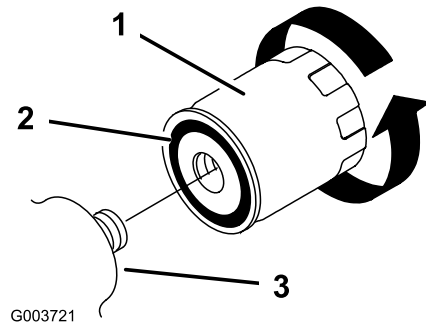

図 38
6. 新しいフィルタのゴム製ガスケットにきれいな油圧オイルを薄く塗る (図 38)。
7. アダプタに新しいフィルタを取り付ける (図 38)。ゴム製ガスケットがアダプタに当たるまで手でねじ込み、そこから更に 1/2 回転増し締めする。